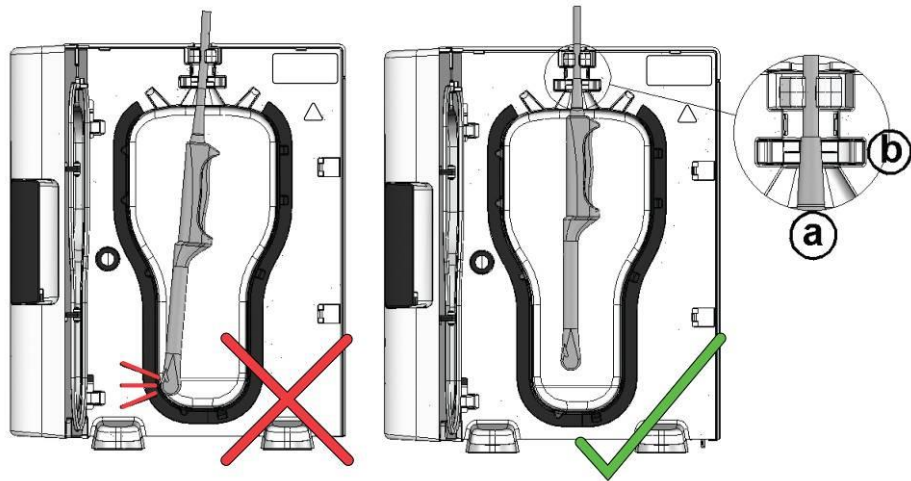

Figure 9
3. La sonde est fermement maintenue en place dans la chambre de désinfection grâce à deux pinces; voir Figure 9(a).
Une courte gaine à l'arrière de la poignée de la sonde permet de recouvrir le câble électrique. Il s'agit du PRESSE-ÉTOUPE DE LA SONDE - Figure 9(a)
- Tout en tenant la sonde par sa poignée, appuyez sur le haut du PRESSE-ÉTOUPE pour l'introduire dans son joint (Figure 9[a]), en vous assurant que le presse-étoupe du câble de la sonde se trouve au-dessus du joint du presse-étoupe (Figure 9[b]).